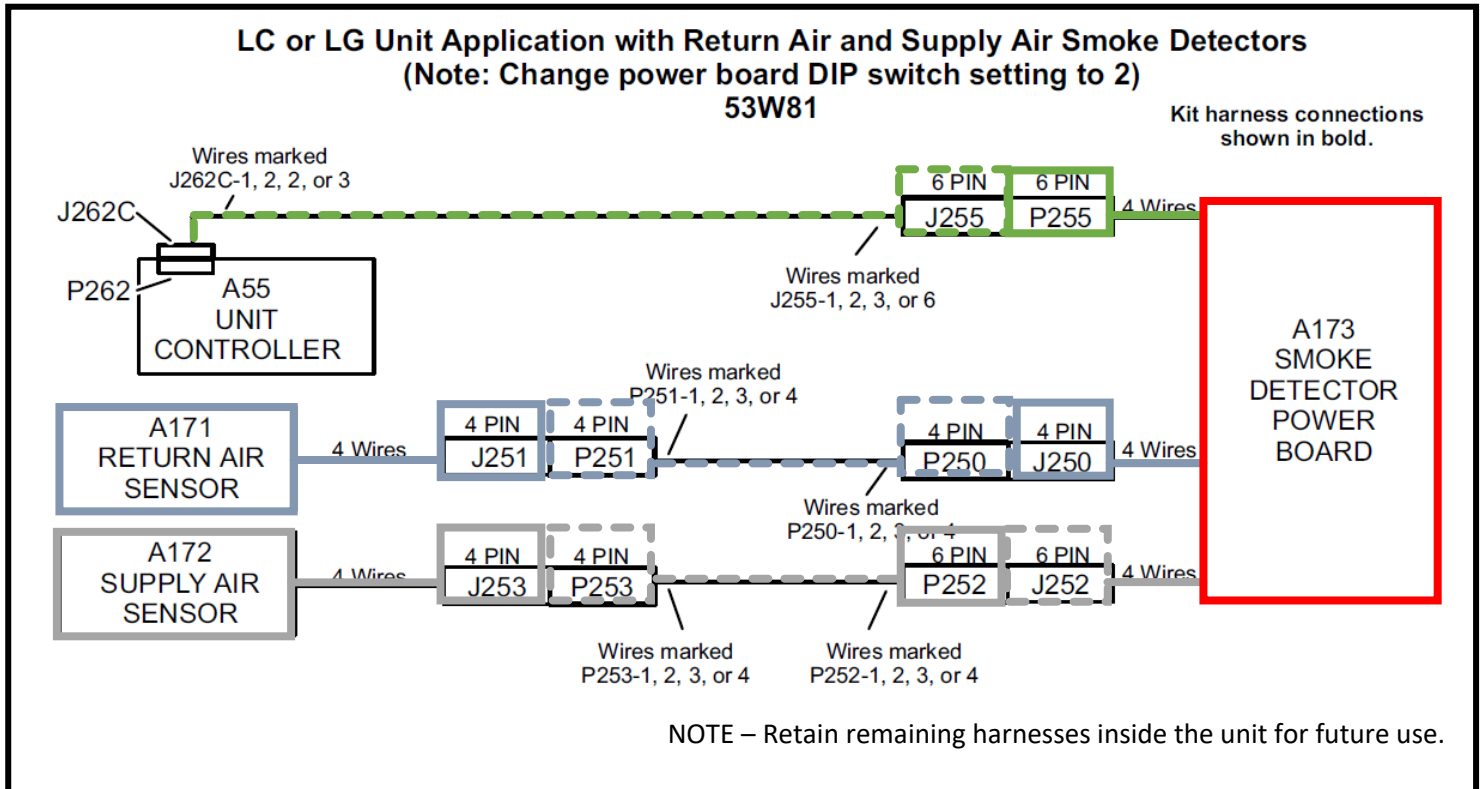

Figure 2. Schéma de raccordement provenant du manuel 506437
- a. Se référer aux schémas de raccordement dans le manuel d'installation des détecteurs de fumée D4P120 & D4S – 506437 ou à la Figure 2 ci-dessous afin d'identifier les faisceaux de câbles des capteurs qui ont été installés.